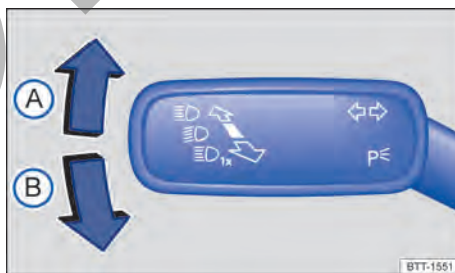

Fig. 87 En el lado izquierdo de la columna de dirección: palanca de los intermitentes y de la luz de carretera.
- Mueva la palanca de los intermitentes y de la luz de carretera desde la posición central a la posición deseada → **fig. 87**: